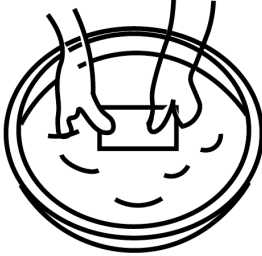

Bild 21
- Tvätta filtret försiktigt i ljummet tvålvatten, bild 21.